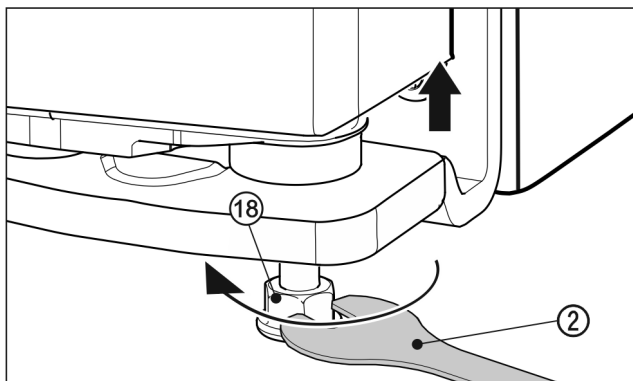

Fig. 26
- ▶ Para levantar la puerta, desenroscar hacia la derecha la pata de apoyo Fig. 26 (18) con la llave de boca Fig. 26 (2) suministrada hasta que entre en contacto con el suelo. A continuación, seguir desenroscando hasta que la puerta esté ajustada en altura. En el estado de entrega, el perno de apoyo está completamente enroscado.